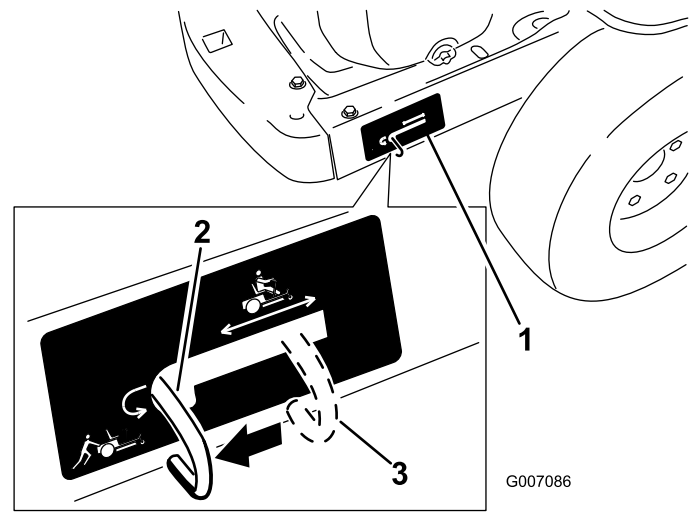

Figura 22
4. Mueva las palancas de desvío hacia atrás y luego hacia abajo para bloquearlas en esa posición, según se muestra en Figura 22, para desengranar los motores de rueda. Repita en el otro lado de la máquina.
Mueva las palancas de desvío hacia arriba y empújelas hacia adelante, al **centro** de la ranura horizontal (Figura 22) para engranar los motores de rueda.